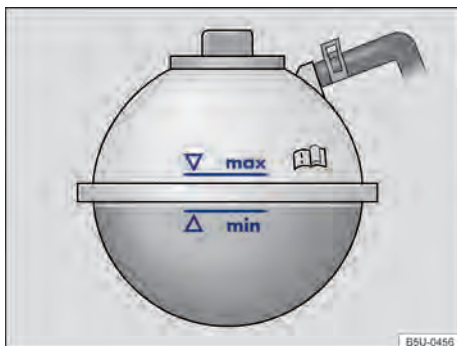

Fig. 156 No compartimento do motor: marcação no reservatório de expansão do líquido de arrefecimento do motor.
- Com o motor frio, verificar o nível do líquido de arrefecimento do motor pela marcação lateral do reservatório → Fig. 156.
- O nível do líquido de arrefecimento do motor deve permanecer dentro da marcação do reservatório → Fig. 156. **Não completar acima da marca "max" → !**
- Completar com líquido de arrefecimento do motor somente até a marca "max" → Fig. 156. Caso contrário, ao aquecer-se, o líquido excedente será expulso do sistema de arrefecimento do motor e poderá causar danos.